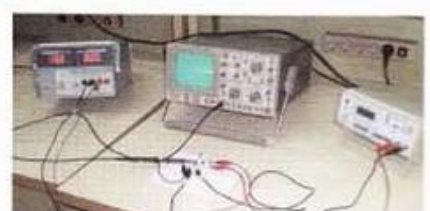

Fig. 9.36.
3. Con el polímetro mide la tensión entre el colector y el emisor del transistor (Fig. 9.36). Anota el valor.